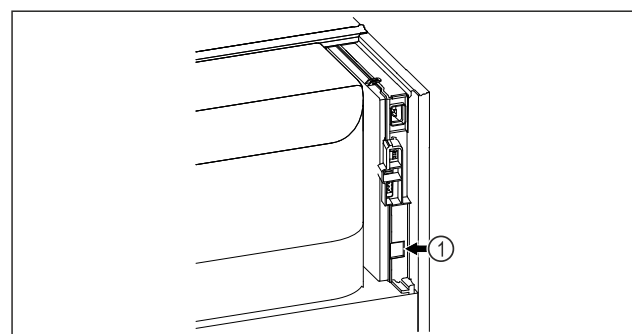

Fig. 109
- SmartModule Fig. 109 (1) установлен.